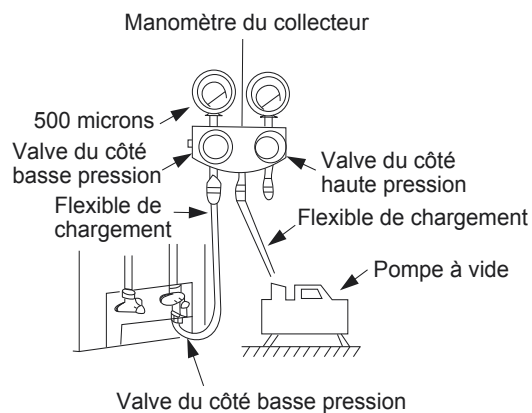

Figure 81 – Collecteur
3. Ouvrez complètement le côté basse pression du manomètre du collecteur (consultez la figure 81).